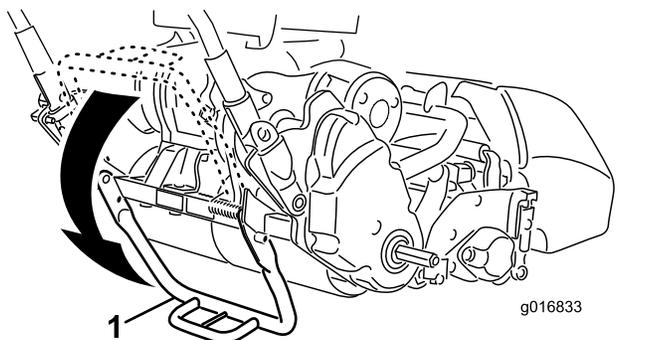

Figura 9
1. Empurre o apoio para baixo com o pé **no centro do apoio** e puxe a pega central inferior da máquina para cima até que o apoio tenha rodado para a frente, sobre o centro (Figura 9).